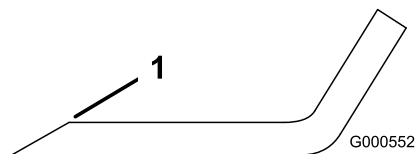
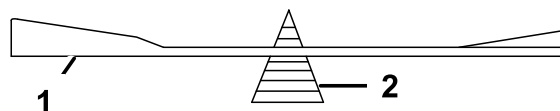

Figure 57
Figure 58
1. Au moyen d'une lime, aiguisez les tranchants aux deux extrémités de la lame (Figure 57) Veillez à conserver l'angle de coupe d'origine. Limez la même quantité de métal sur chacun des deux tranchants pour ne pas déséquilibrer la lame.
2. Vérifiez l'équilibre de la lame en la plaçant sur un équilibreur (Figure 58). Si la lame reste horizontale, elle est équilibrée et peut être utilisée. Si la lame est déséquilibrée, limez un peu l'extrémité de la partie relevée seulement (Figure 57). Répétez la procédure jusqu'à ce que la lame soit équilibrée.